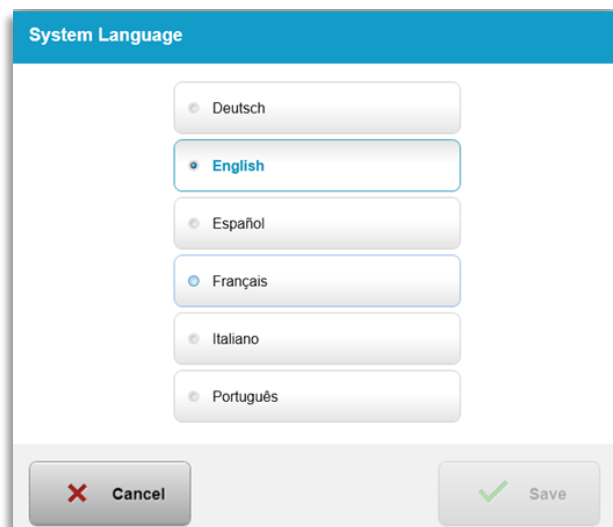

Figura 3-56. Editarea limbii sistemului
- Selectați limba dorită din meniu, ca în Figura 3-56.